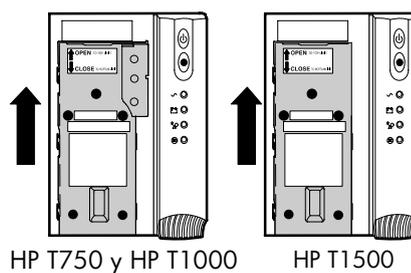

Figura 22 Cómo Retirar la Cubierta de la Batería
- 2 Deslícelo hacia arriba y retire la cubierta metálica de la batería (consulte Figura 22).